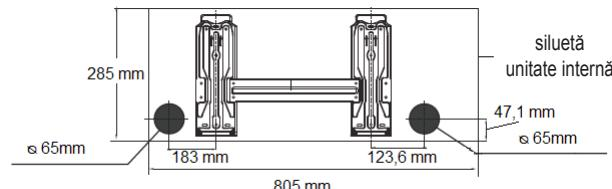

fig. 8 -
1. Detașați plăcuța tăiată în prealabil (A—"fig. 8 -")conform direcției dorite.